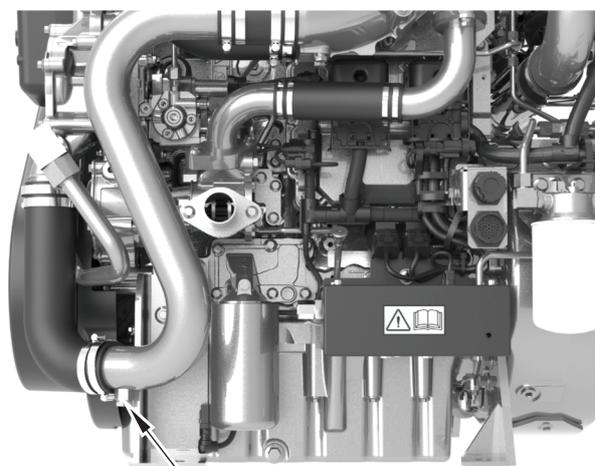

Abbildung 2
2. Entfernen Sie die Ablassschraube (Abbildung 2, Nummer 1) aus dem Wärmetauscherrohr.